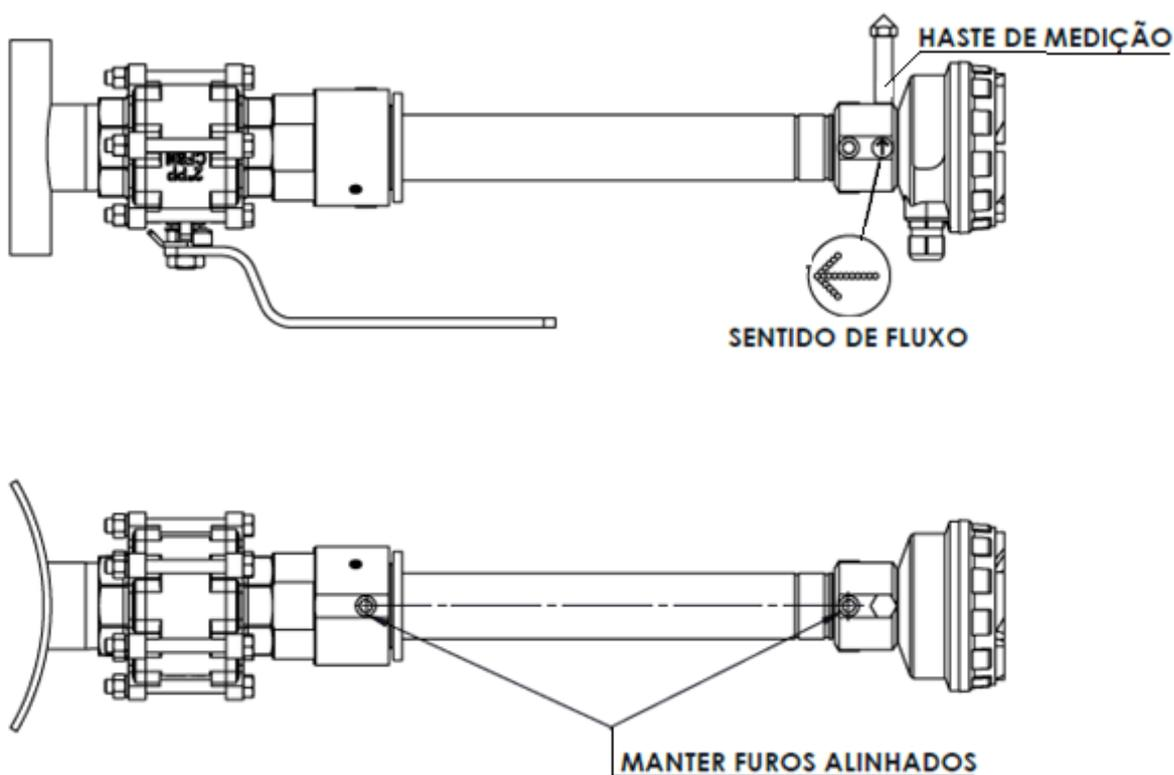
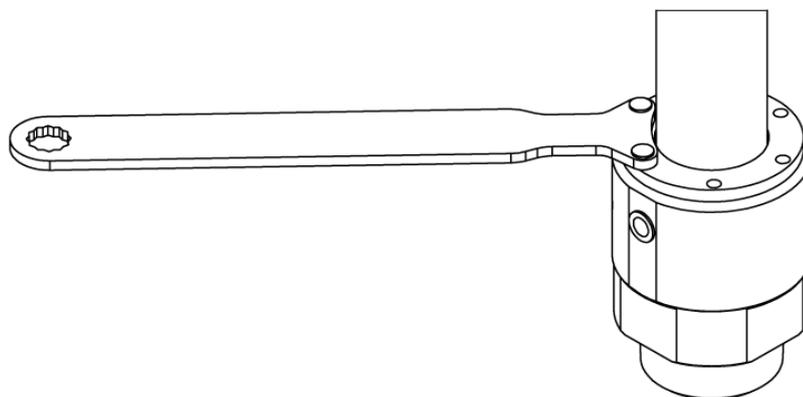
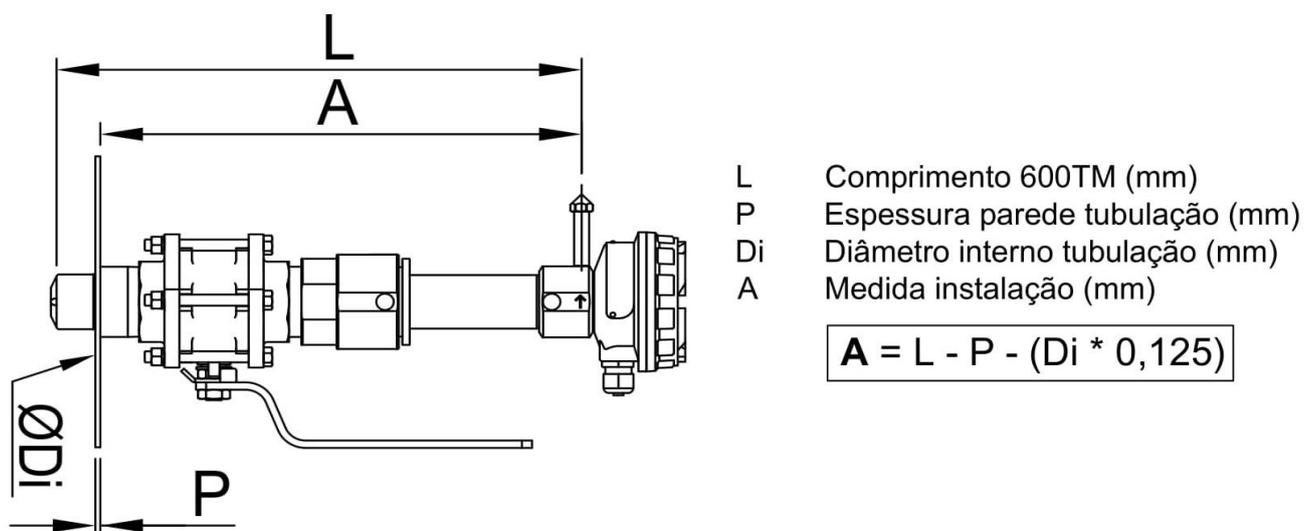

Figura 8 - Instalação do medidor à linha
Figura 10 - Trava do medidor
Figura 11 - Cálculo para posicionamento do medidor
Manter sempre travado o tubo de inserção por segurança e para melhor manuseio durante o transporte (figura 10).
O medidor já é enviado com posicionamento para instalação mas deve-se garantir que o curso do medidor esteja totalmente recuado antes de acoplá-lo à válvula, caso esteja solta ou venha a existir a necessidade de solta-la, **trave a haste principal do medidor com a chave enviada junto ao conjunto antes de manuseá-lo (figura 10)**. Utilizar a respectiva vedação para a rosca. **Alinhar haste de medição com o sentido do fluxo, isto é extremamente importante para o funcionamento do medidor.** Manter os furos alinhados como na *figura 8* para possibilitar a instalação do extrator e atentar-se ao sentido de fluxo. Nesta etapa a válvula deve permanecer fechada.
Primeiramente confira o aperto de todas as roscas, então **abra a válvula** destrave a haste (figura 10) e com o extrator comece a inserir o medidor ao processo. Siga o cálculo da (figura 11) para saber o quanto deve inserir a haste do medidor, **use a haste de medição** (figura 11) para conferir a medida.
Com a chave pino (*figura 10*) trave a haste de inserção do medidor 600TM. Garanta um bom aperto para que a instalação se mantenha segura e funcional.
- Analisar o cálculo feito (figura 11).
- Verificar se o medidor está destravado (figura 10).